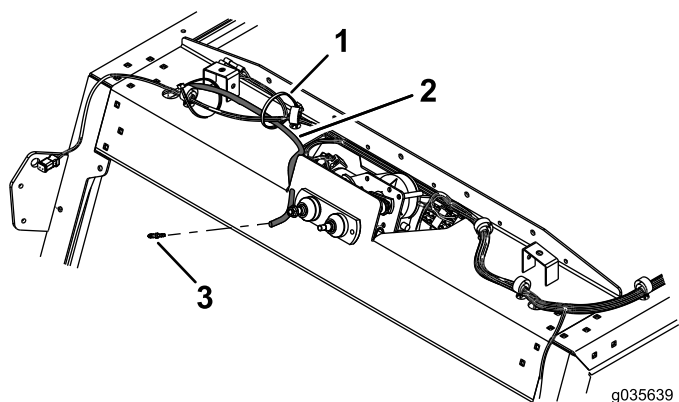
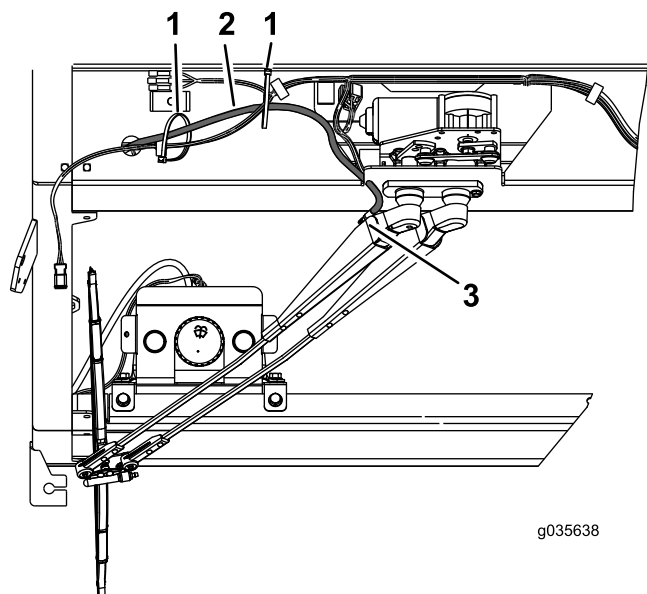

Figura 10
Figura 11
7. Inserte el conector dentado en la manguera del motor de la bomba, y conéctelo al brazo del limpiaparabrisas (Figura 10 y Figura 11).
8. Sujete la manguera al arnés de cables con las bridas, según se muestra en Figura 11.